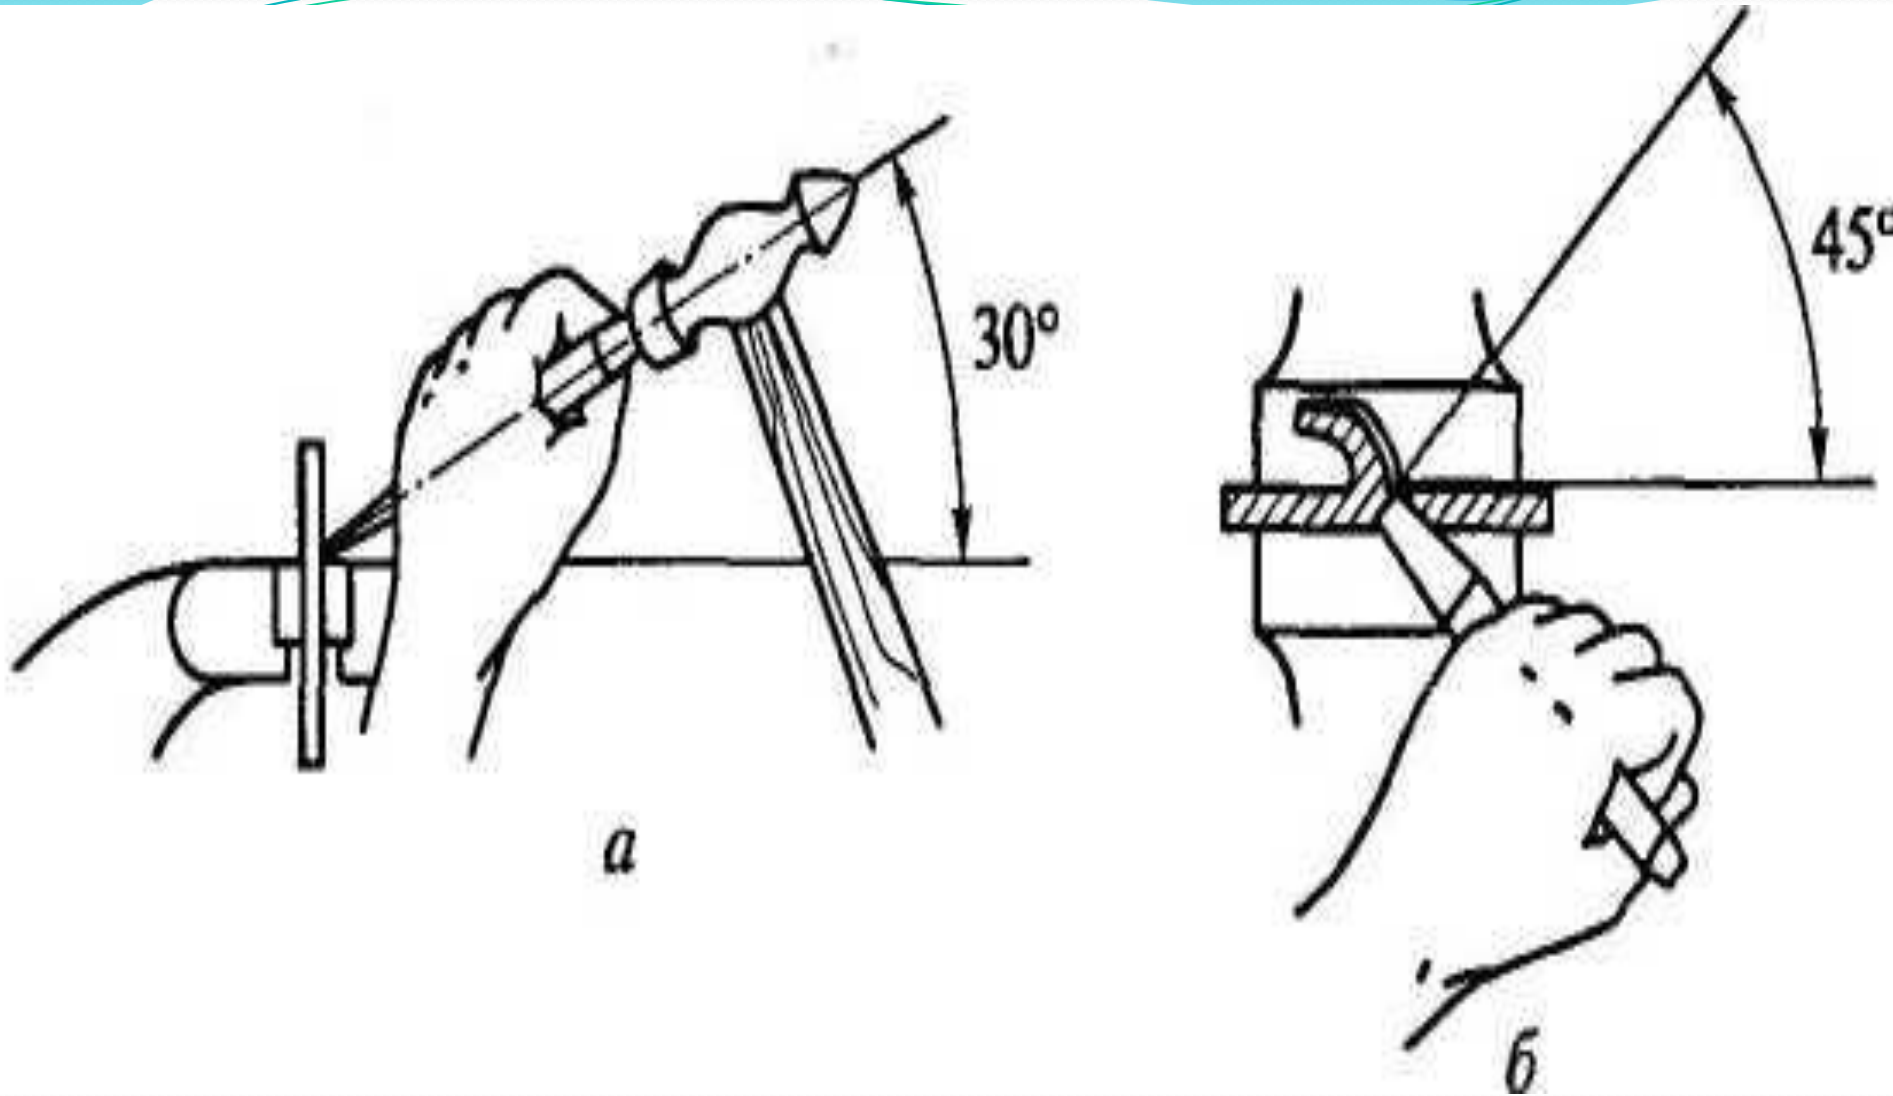

Рис. 2.25. Рубка по уровню тисков: а и б - угол наклона зубила соответственно в вертикальной и горизонтальной плоскости
- рубку по уровню тисков выполнять серединой режущей кромки инструмента, располагая его под углом 45° к заготовке (рис. 2.25, б).
Угол наклона зубила в зависимости от угла заострения рабочей части составляет от 30 до 35° (рис. 2.25, а).